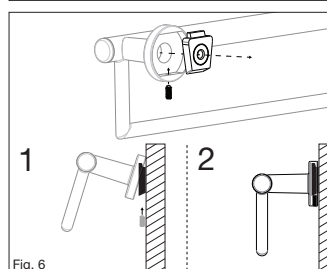

Fig. 6
- Attachez la barre d'assistance sur le support de fixation et fixez-la avec la vis sans tête à six pans creux 10-24 x 1/2 po. Répétez l'opération pour le côté opposé. (Fig. 6)